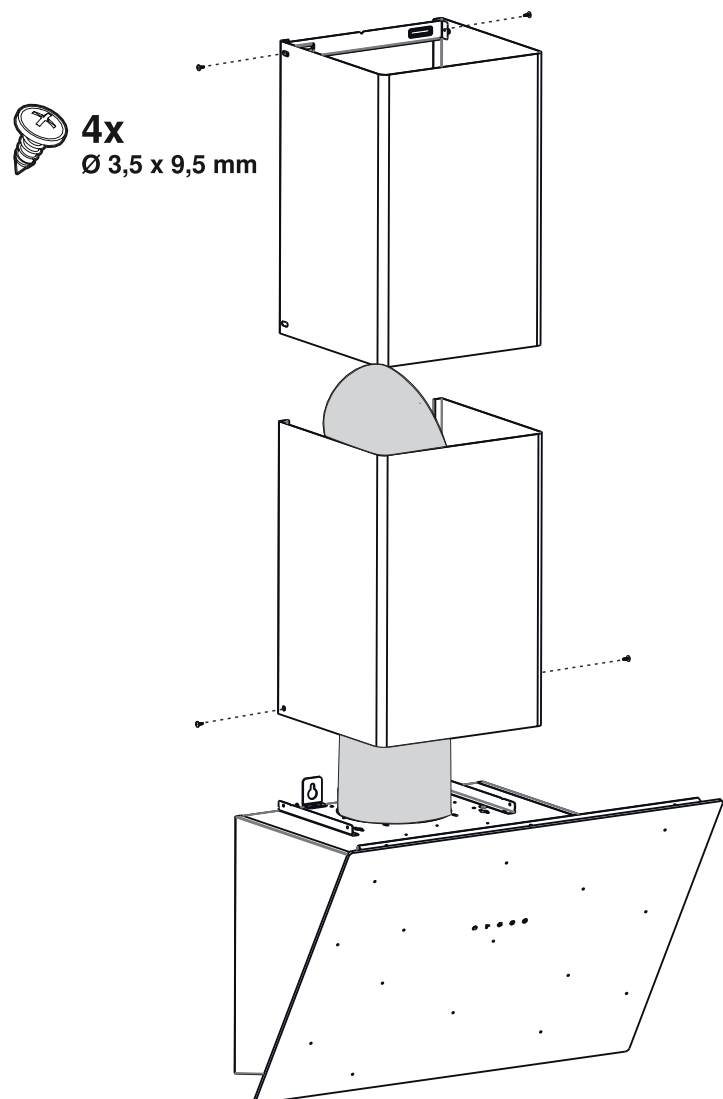

Fig. 14
- Montera nu den invändiga skorstenen ordentligt i skorstensfästet under taket (Fig. 14).
- Montera den yttre skorstenen ordentligt i botten, där den kan fästas med en skruv på varje sida (bild 14).